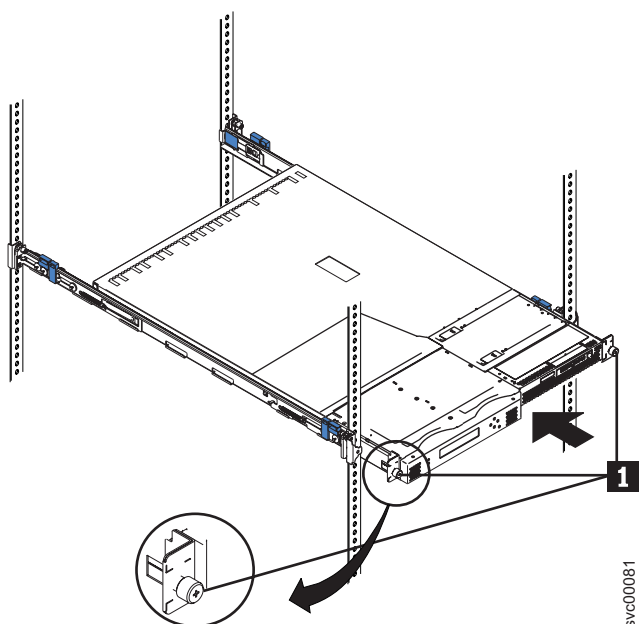

図 40. ラックへの SAN ボリューム・コントローラー 2145-8F4 のスライド
2. ラック前面にある 2 つのラッチの止め金を掛けて、ノードをラックに取り付けます。(71 ページの図 40 の **1**)。
注: レール・アセンブリーの前面の外観は、図 40 に示す前面とは異なります。